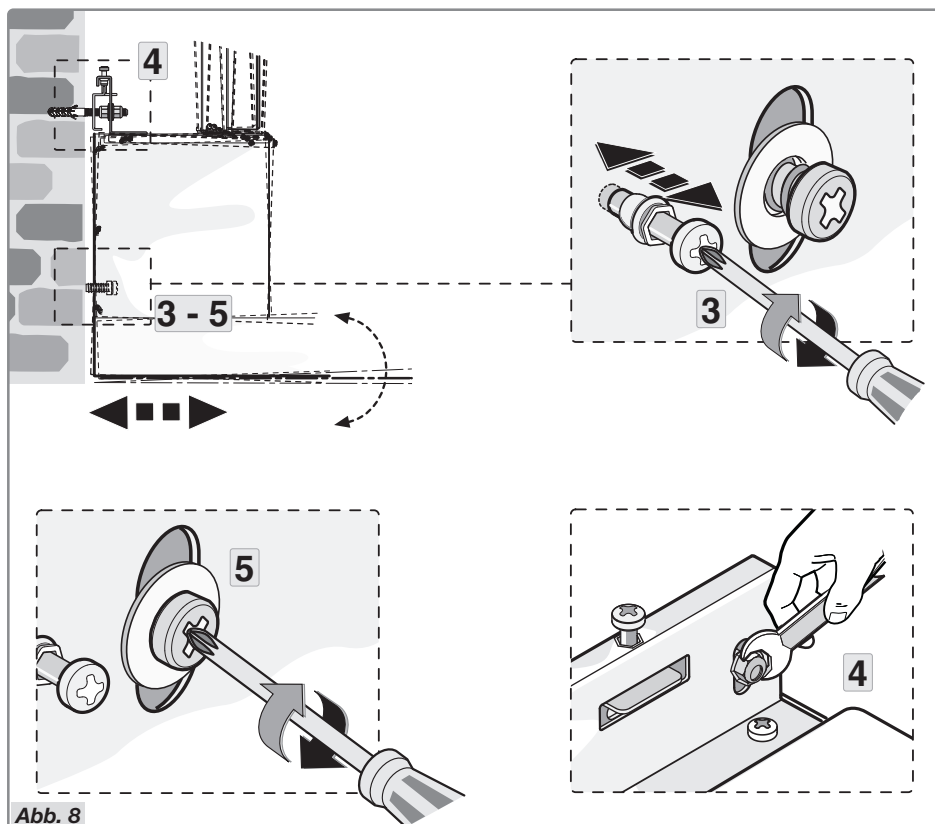

Abb. 8
- Richten Sie die Abzugshaube mit den 2 Stellschrauben im Motorgehäuse auch vertikal aus (Abb. 8 Schritt 3).
- Nach dem Ausrichten der Abzugshaube müssen Sie die Schrauben vollständig festziehen, wie in Abbildung 8 Schritt 4 dargestellt; verfahren sie genauso mit den Sicherheitsschrauben (Abb. 8 Schritt 5).